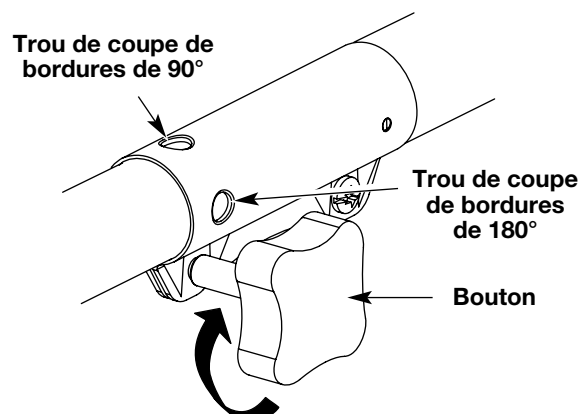

Fig. 8
3. Serrez le bouton en le tournant à droite (Fig. 8).
Pour couper les bordures à l'aide de la tête d'accessoire de coupe sur les modèle EZ-Link^{MD}, verrouillez le bouton de déclenchement de l'accessoire de coupe dans le trou de 90° ou de 180° (Fig. 8).